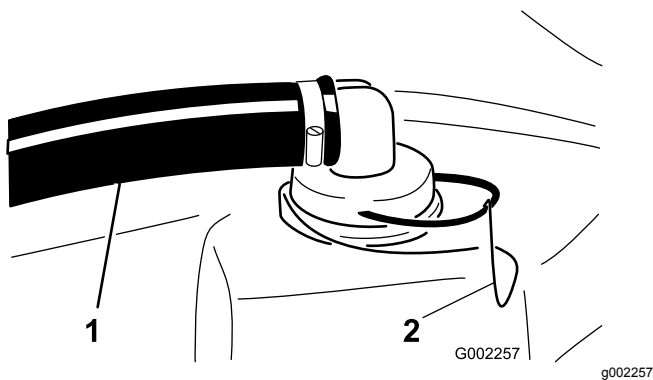

Figure 16
2. Au sommet de la cuve du pulvérisateur, retirez l'étrier qui fixe le raccord de flexible sur le grand flexible et le logement de la crépine (Figure 16).
3. Retirez le flexible et le raccord du logement de la crépine (Figure 16).